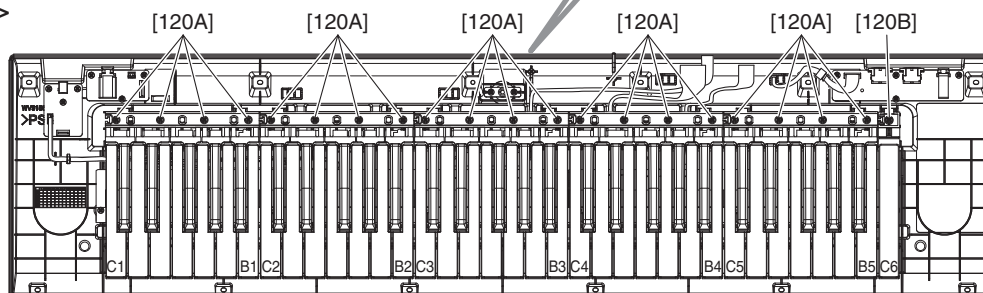

Fig. 4 (図4)
- 11-2 Remove the four (4) screws marked [120A] fixing the white and black keys for each octave (C through B), then remove the white and black keys for one (1) octave. (Fig. 4)
- 11-3 For the C6 key, remove the screw marked [120B], lift the rear part, and then pull and slide the keys toward you for removal. (Fig. 4)
- 11-2 各オクターブ (C ~ B) の白鍵、黒鍵を止めている [120A] のネジ4本を外して、1オクターブ分の白鍵、黒鍵を外します。(図4)
- 11-3 C6鍵の場合は、[120B] のネジ1本を外して、後部を持ち上げてから、手前にスライドさせて取り外します。(図4)